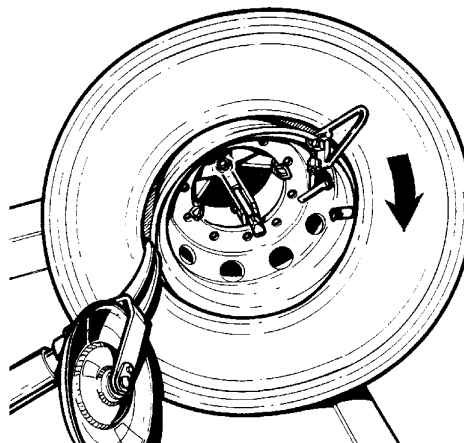

Abb.35
3. Die Montierklemme am Felgenrand so befestigen, daß sich das Ventil in bezug auf die Drehrichtung hinter der Klemme befindet (Abb.35).